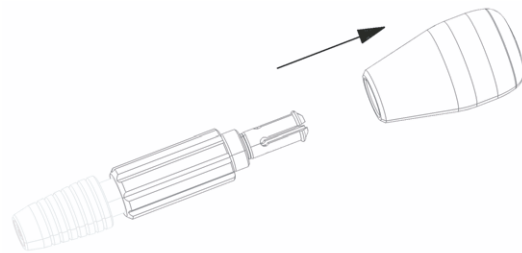

Fig. 8 Demontering av spiralborrshandtag
6.1 Spiralborrshandtag (1)
- Skjut handtaget på kragen mot den riktning som indikeras av pilen, se Fig. 8.
6.2 S⁴ Cervical tapp (4)